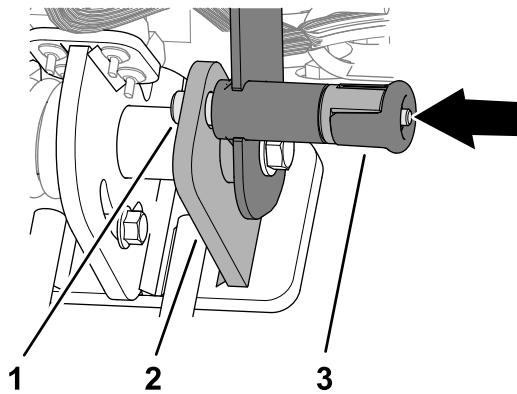

Figura 6
4. Sollevate la maniglia e fissatela con il perno di fissaggio apposito (Figura 6).